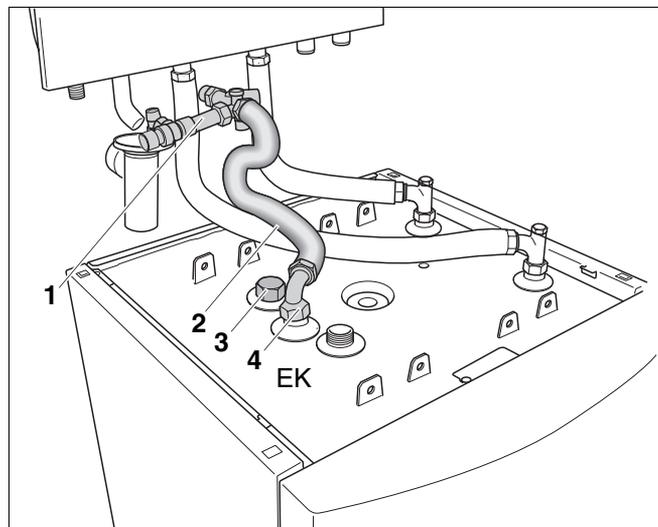

Abb. 15 Kaltwasser-Anschlussrohr montieren
VORSICHT! ● Wenn Sie keine Zirkulation am EZ-Anschluss anschließen, verschließen Sie den EZ-Anschluss mit einer Kappe (Abb. 15, **Pos. 3**).
- Anschlusswinkel (Abb. 15, **Pos. 4**) am Speicheranschluss (EK) eindichten.
- Anschlusswinkel (Abb. 15, **Pos. 4**) ca. 45° nach rechts ausrichten (siehe Abb. 15).
- Vorgebogenen Kaltwasser-Wellschlauch (Abb. 15, **Pos. 2**) mit Dichtungen zwischen die Sicherheitsgruppe (Abb. 15, **Pos. 1**) und den Anschlusswinkel (Abb. 15, **Pos. 4**) am Speicher-Wasserewärmer (EK) einschrauben.
- VORSICHT!** ● Prüfen Sie ob der EZ-Anschluss mit einer Kappe (Abb. 15, **Pos. 3**) verschlossen ist.